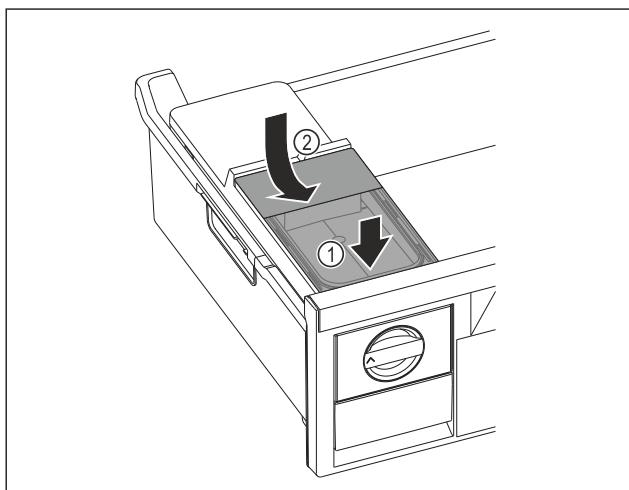

Fig. 101
- Помістити бак для води спереду. Fig. 101 (1)
- Опустити бак для води ззаду. Fig. 101 (2)